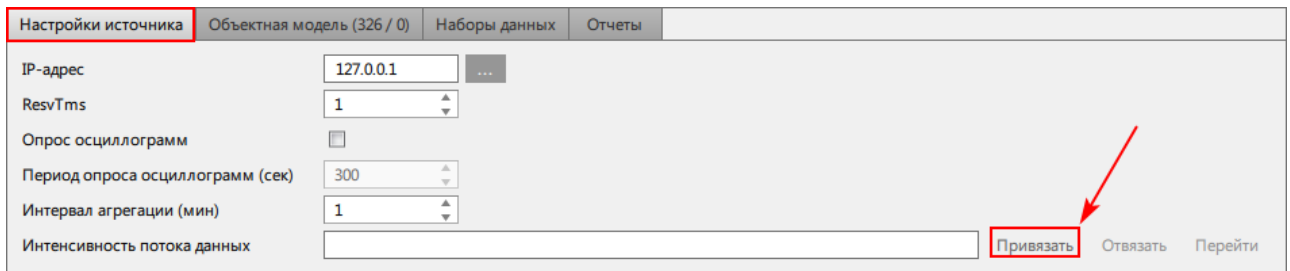

Рисунок 245 - Привязка сигнала
1. Нажмите **Привязать** на вкладке **Настройки источника** (Рисунок 245).